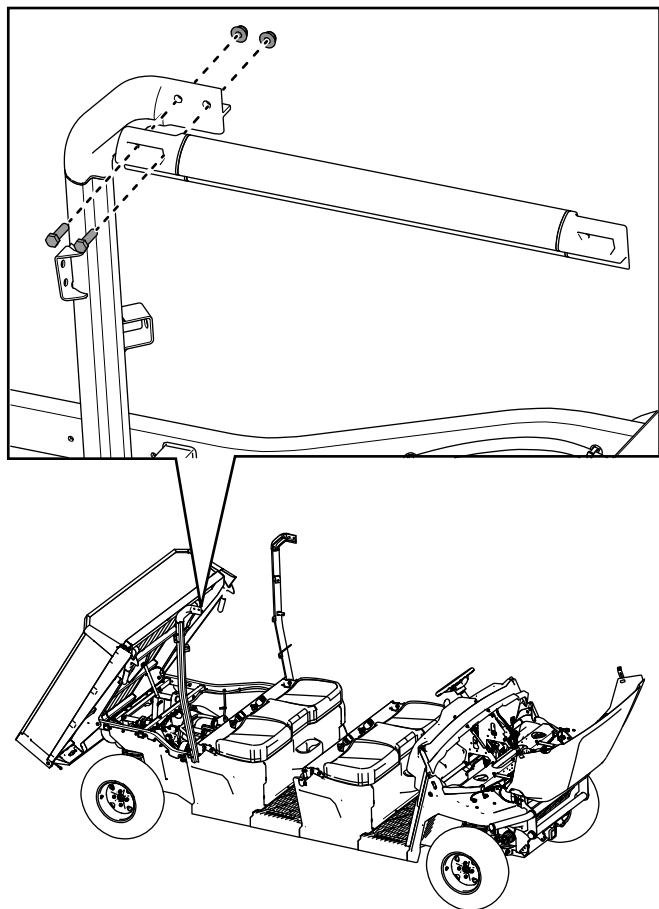

Bild 43
8. Befestigen Sie die rechte Überrollbügel-Verbindungsstück mit zwei Sechskantschrauben ($\frac{3}{8}$ " x $1\frac{1}{4}$ ") und zwei Sicherungsmuttern ($\frac{3}{8}$ ") lose an der rechten, hinteren Überrollbügelbaugruppe, wie in Bild 43 dargestellt.